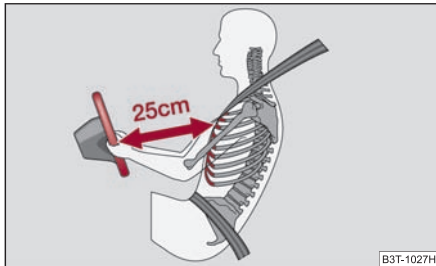

Fig. 133 Bonne distance par
- Le conducteur doit être au minimum à 25 cm du volant ⇒ fig. 133. Les airbags ne peuvent pas vous protéger si vous en êtes plus près - danger mortel!